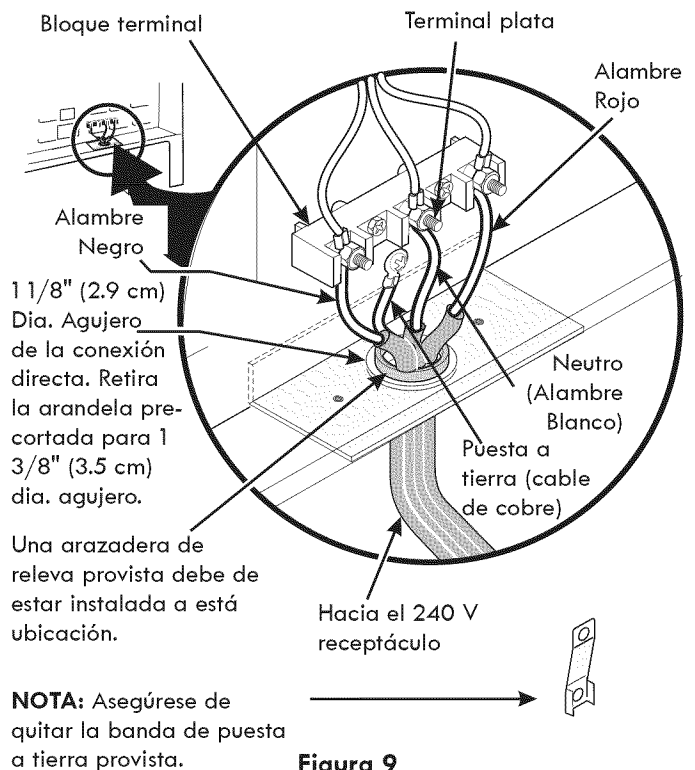

Figura 9
**NOTA:** La cocina corrediza eléctrica viene de fábrica con un agujero de diámetro 1 1/8" (2.9 cm) como se muestra en la figura 9. Si un agujero mas largo está necesario retire la arandela de la pre-cortada.
3. Utilizar los tuercas suministraron en el paquete de la literatura para conectar el alambre de tierra (verde) del cable de bronce del suministro eléctrico al armazón del electrodoméstico con el tornillo de la base, usando el hoyo del armazón por donde retiró la correa de la base (vea figura 9).
Si el aparato está conectado directamente al corta circuito, a la caja de fusibles o a la caja de empalmes, use un cable blindado flexible o no metálico recubierto de cobre (con alambre a tierra). Provee una abrazadera releva de anclaje homólogo UL a cada extremidad del cable. A la extremidad del electrodoméstico, el cable pase a través del agujero de la conexión directa (ver figura 9) en el cordón de la placa de montaje. El tamaño de los alambres (**alambre de cobre solamente**) y las conexiones deben estar conforme al régimen del electrodoméstico.